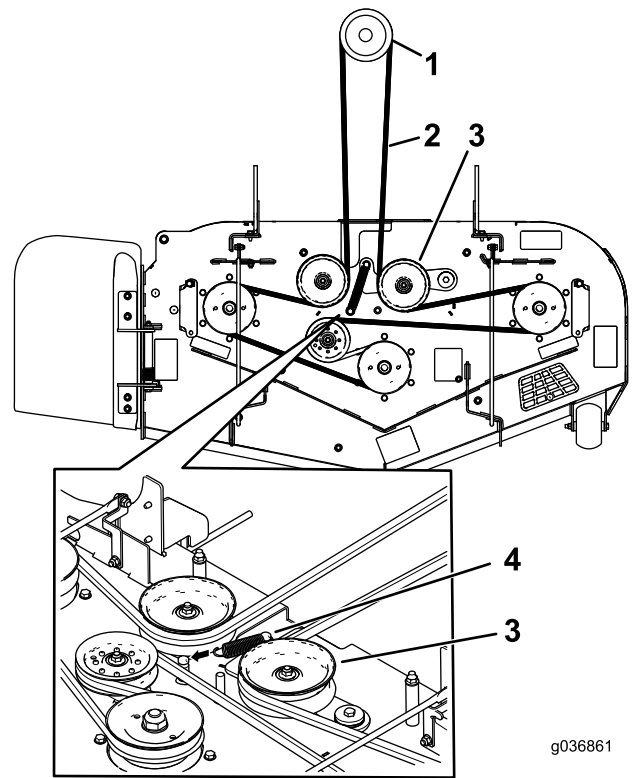
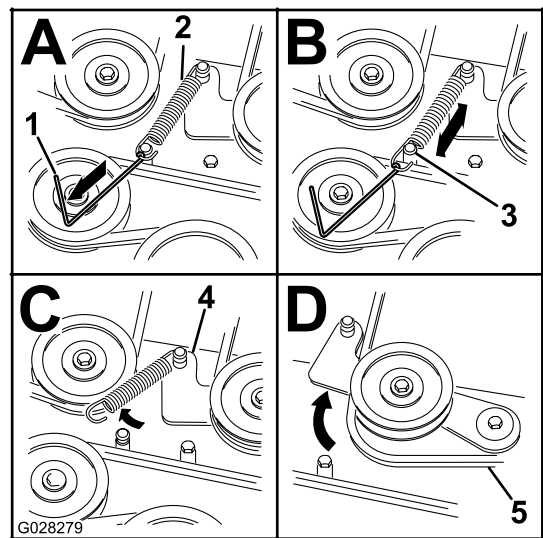
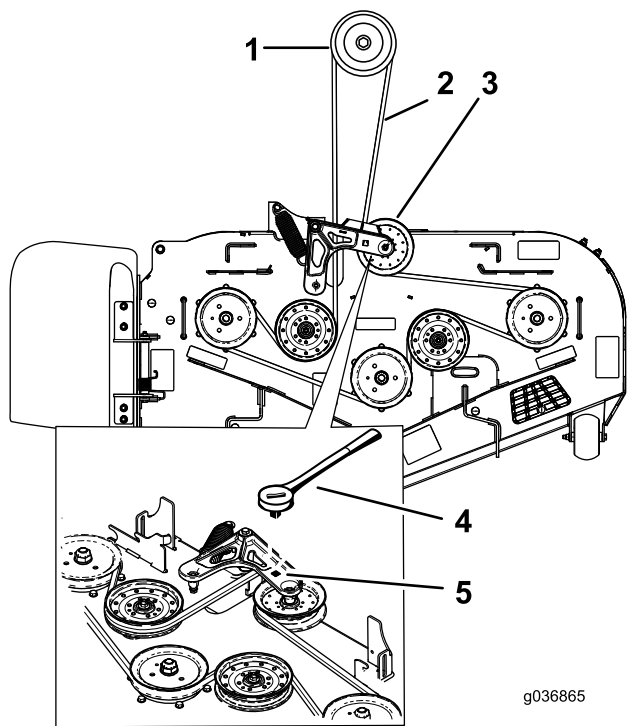

Figure 93
Figure 94
Figure 95
5. Détachez le ressort de la poulie de tension à ressort. Voir Figure 94 ou Figure 95.
Remarque: Pour les tabliers de coupe des tondeuses séries 1500 et 2000, utilisez l'outil de dépose du ressort (réf. Toro 92-5771) pour décrocher l'ergot du tablier de coupe (Figure 94).
Remarque: Pour les tabliers de coupe des tondeuses série 2500, insérez un rochet dans le trou carré du bras de tension pour détendre le ressort de la poulie de tension (Figure 95).
7. Acheminez la courroie neuve autour des poulies du tablier de coupe et de la poulie d'embrayage, sous le moteur (Figure 93 ou Figure 95).
8. Montez le ressort de la poulie de tension (Figure 93 ou Figure 95).